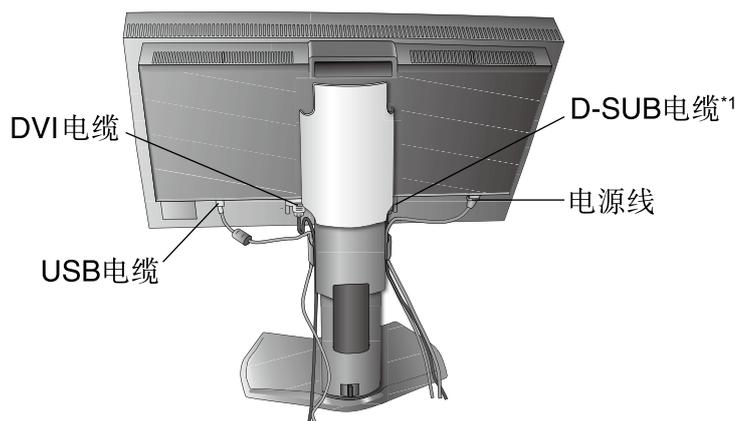
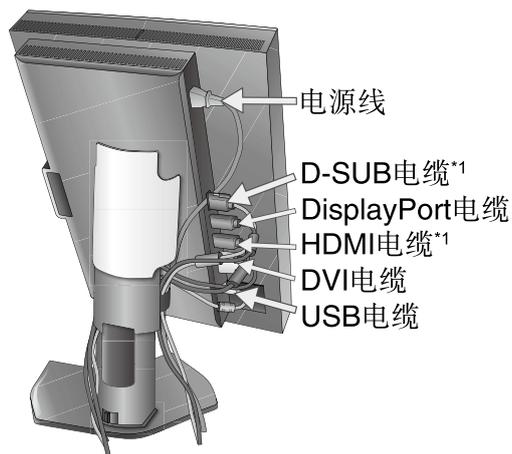

图 C.2
图 C.3
5. 要使电缆整齐有序，请将它们放入底座内建的电缆管理系统中。将各电缆牢固对称地置于不同挂钩上 (图 C.2 和图 C.3)。